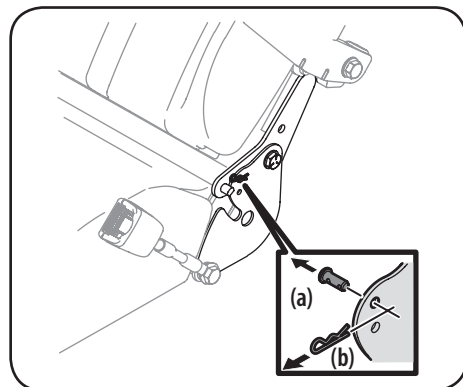

Figure 2-9
5. Retirez l'axe de chape (a) et la goupille fendue (b) qui fixent la plaque de support au dossier du siège. Voir Figure 2-9.